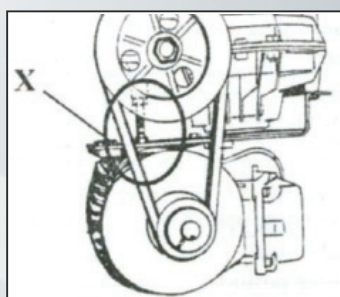

Рисунок 34
- С помощью специального регулировочного болта X отрегулируйте натяжение приводного ремня (рисунок 34).